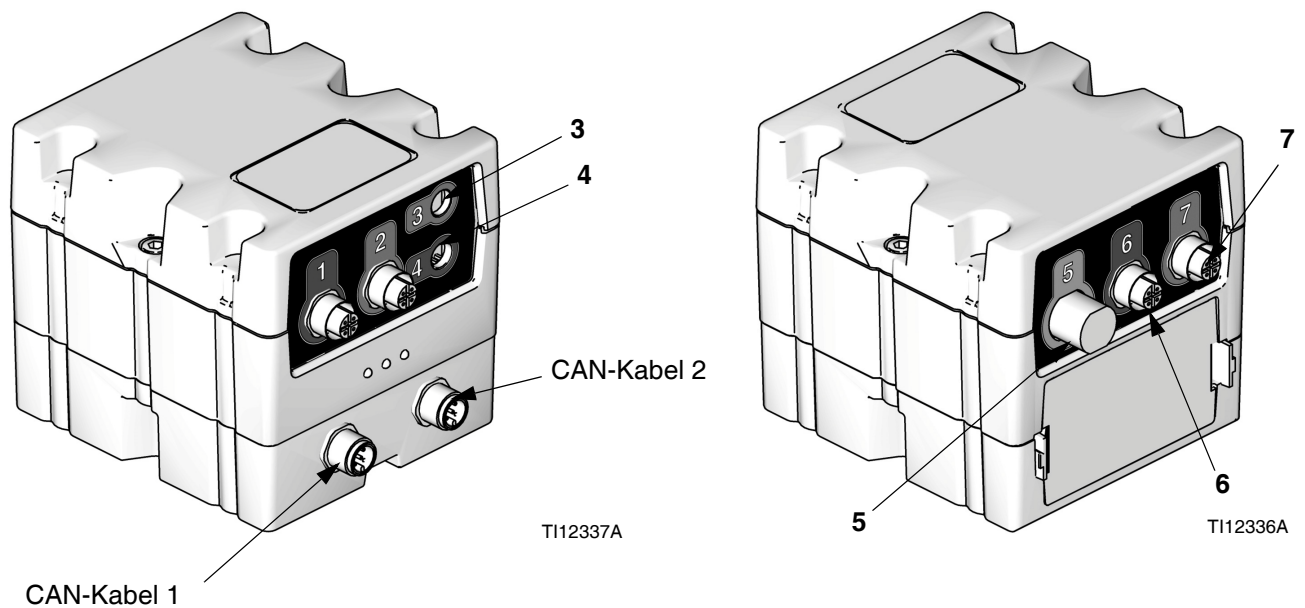

Abb. 7: FCM-Sensoranschlüsse
- Materialreglermodul (K). Siehe **ABB. 7** auf Seite 13.
2. Sensor für niedrigen Füllstand an vorhandener Sensorhalterung (EA) über vorhandenem Sensor für leeren Behälter (EE) anbringen.
3. Vorhandenes Kabel zwischen Sensor für leeren Behälter (EE) und FCM-Anschluss (siehe ABB. 7 auf Seite 13) durch Splitterkabel des Sensors für leeren/niedrigen Behälterfüllstand ersetzen.